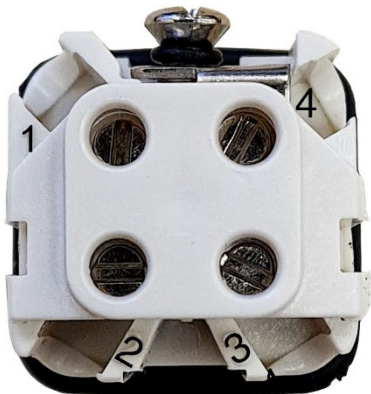
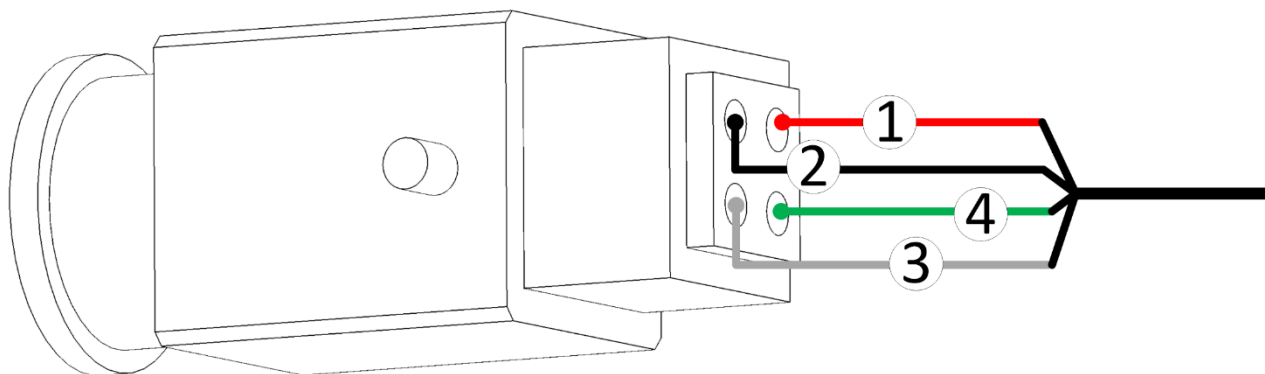

Figura 7: Número de conectores
Figura 8: Conector cableado
5. En la parte superior del conector hay números (Figura 7. Cada cable debe estar conectado al puerto correspondiente (Tabla 1). Conecte los cuatro cables al conector Figura 8.